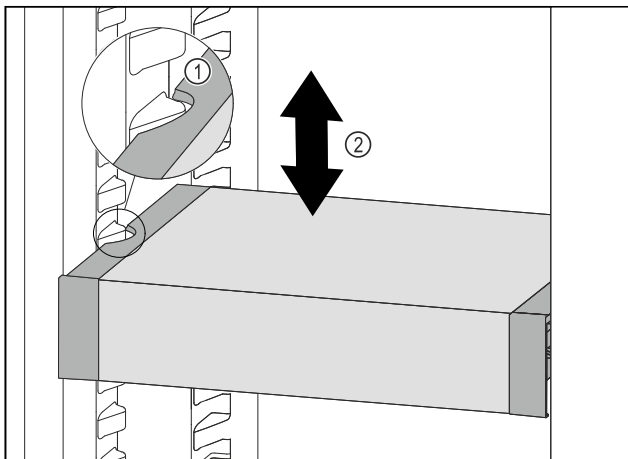

Fig. 217
- Tirare VarioSafe in avanti fino a quando le cavità laterali di VarioSafe non si trovano al livello della nervatura del contenitore nel vano frigorifero. Fig. 217 (1)
- Spostare VarioSafe verso l'alto o verso il basso nel vano frigorifero fino a raggiungere l'altezza desiderata. Fig. 217 (2)